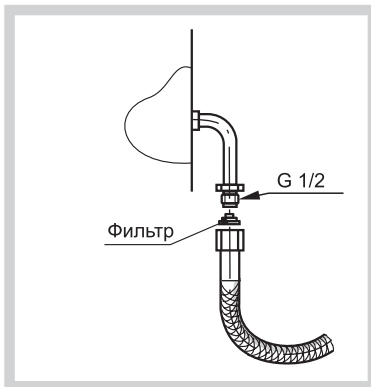

Рис. 12
- Подсоединение плиты к газовой сети или баллону должно быть выполнено при помощи гибкого шланга (рис. 12) согласно действующим в Вашем регионе нормативным документам в области газоснабжения и безопасности.